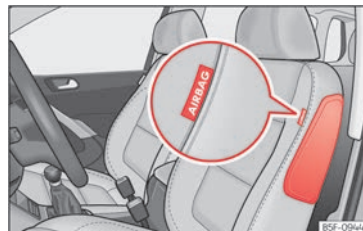
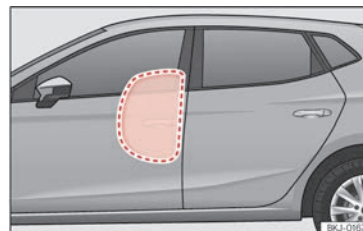

Abb. 30 Seitenairbag im Fahrersitz
Abb. 31 Komplett aufgeblasener Seitenairbag auf der linken Fahrzeugseite.
Die Seitenairbags befinden sich in den Vordersitzlehnen »» (Abb. 30), »» (Abb. 31).
- Stellen Sie sicher, dass Kinder richtig in ihren Sitzen sitzen und ihren Kopf nicht in den Entfaltungsbereich der Seitenairbags halten »» » **[Abb. 31]**, da sie beim Auslösen der Airbags von diesen getroffen werden und schwere Verletzungen erleiden könnten.